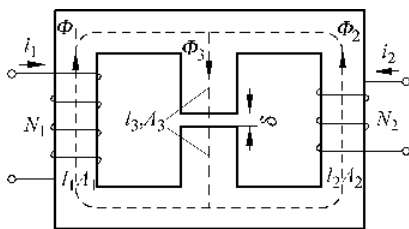

图 0-4
0-4-10 如图 0-4 所示的含有气隙的分支铁心磁路, 各段铁心磁路的材料相同, 各段磁路的平均长度和截面积如图中所示。不计漏磁通, 若已知气隙磁通 Φ_3 、 N_1 、 N_2 和直流电流 i_1 , 则应如何求得直流电流 i_2 ?
(1) 将磁路分成 4 段: 左侧铁心段、右侧铁心段、中间铁心段(上下两部分)和气隙段, 确定各段的截面积和平均长度, 并规定各段磁通的参考方向(如图 0-4 所示)。
(2) 由已知的 Φ_3 , 求出中间铁心段的平均磁通密度 $B_3 = \Phi_3 / A_3$; 由 B_3 查磁化曲线, 得该段磁路的平均磁场强度 H_3 ; 再求出气隙段的磁通密度 $B_\delta = \Phi_3 / A_3 = B_3$ (忽略边缘效应) 和平均磁场强度 $H_\delta = B_\delta / \mu_0$ 。
(3) 对于左侧铁心回路, 应用安培环路定律, 由已知的 $F_1 = N_1 i_1$ 和中间铁心段及气隙段的磁位差 ($H_3 l_3 + H_\delta \delta$), 求出左侧铁心段的平均磁场强度 H_1 ; 查磁化曲线得该段磁路的平均磁通密度 B_1 , 求得该段的磁通 $\Phi_1 = B_1 A_1$ 。
(4) 应用磁路的基尔霍夫第一定律, 由 Φ_1 和 Φ_3 求得右侧铁心段的磁通 Φ_2 。
(5) 求出右侧铁心段的平均磁通密度 $B_2 = \Phi_2 / A_2$; 由 B_2 查磁化曲线, 得该段磁路的平均磁场强度 H_2 和磁位差 $H_2 l_2$ 。
(6) 对于右侧铁心回路, 应用安培环路定律, 由已知的 $H_2 l_2$ 和 ($H_3 l_3 + H_\delta \delta$), 求出线圈 2 应产生的磁动势 $F_2 = N_2 i_2$, 则得 $i_2 = F_2 / N_2$ 。